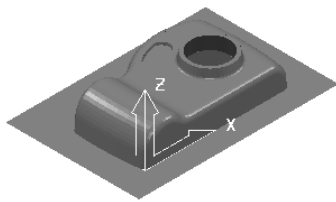

图2-145 打开范例文件
2) 选择下拉菜单中的“文件”→“范例”命令,弹出“打开范例”对话框,选择“camera.ttr”(“随书光盘:\第2章\exercise20\uncompleted\camera.ttr”)文件,单击“打开”按钮即可,如图2-145所示。